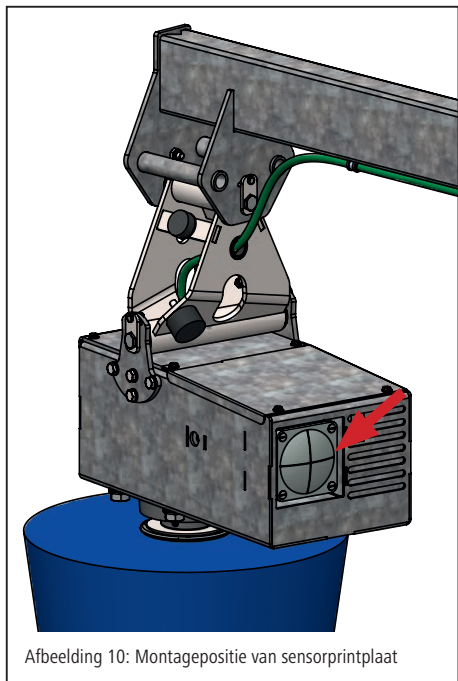

Afbeelding 8: Aansluitschema van printplaat met condensator - MaxiSwing
De cyclustijd is af fabriek ingesteld op 60 seconden. Indien nodig kan deze met behulp van het dip-switch-element op de printplaat (afb. 8 – pos. 1) op een waarde tussen 10 en 300 seconden worden ingesteld. De cyclustijd mag alleen na ruggespraak met de klantenservice van Kerbl opnieuw worden ingesteld.
Zekering 6, 3 A (afb. 8; pos 3+4) op de printplaat doorgebrand of losgeraakt.	• Besturing van het lichtnet loskoppelen en tegen opnieuw inschakelen beveiligen. • Controleren of de zekeringen stevig vastzitten. • Defecte zekeringen vervangen. (Afb. 8 – pos. 3+4) • Wanneer bij de herstart na het vervangen van de zekeringen geen weergave op het display verschijnt, is de hoofdprintplaat defect.